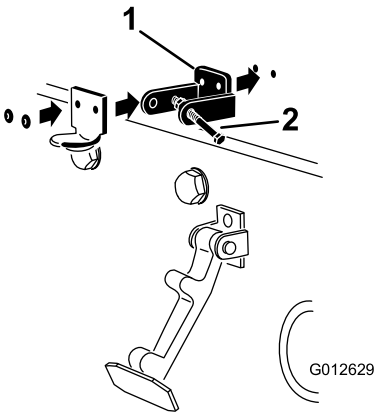

Figura 7
- Alineando los taladros de montaje, coloque el cierre de seguridad para CE y el cerradero sobre el capó. El cierre de seguridad debe estar en contacto directo con el capó (Figura 7). No retire el conjunto de perno y tuerca del brazo del cierre de seguridad.
- Remache el seguro de cierre, el cerradero y las arandelas al capó (Figura 7).